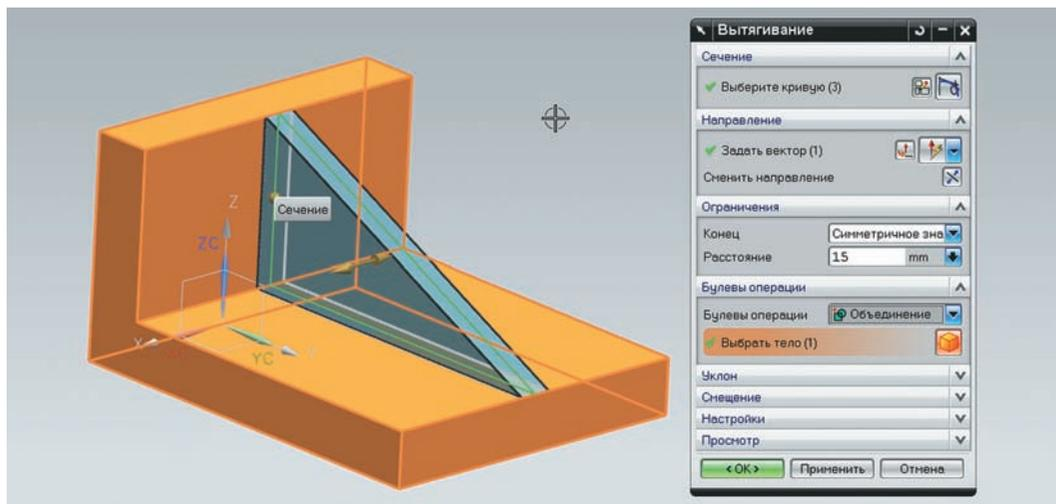

Рисунок 2.13. Добавление тела
- Задайте симметричное значение и в разделе **Булевы операции** убедитесь в том, что система выбрала операцию объединения, после чего завершите построение тела (рис. 2.13).